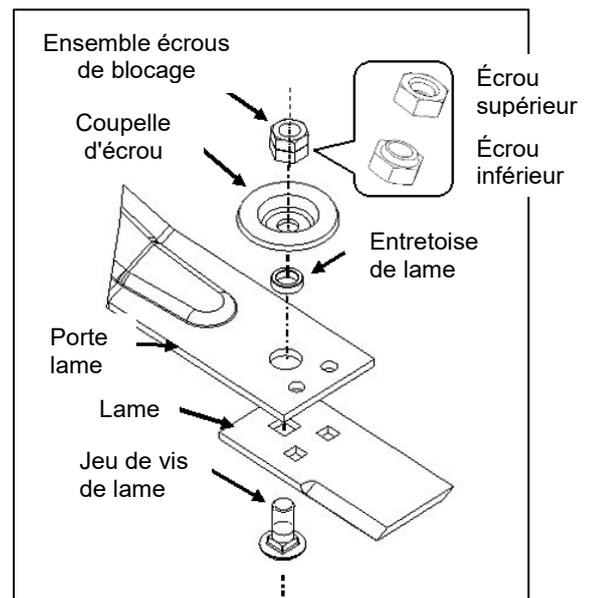

Figure 30
- 2 - Après un changement de lame (ou une inversion de lame) Il faut également remplacer les vis de lame, l'ensemble écrous de blocage et une coupelle d'écrou comme illustré à la Figure 30.